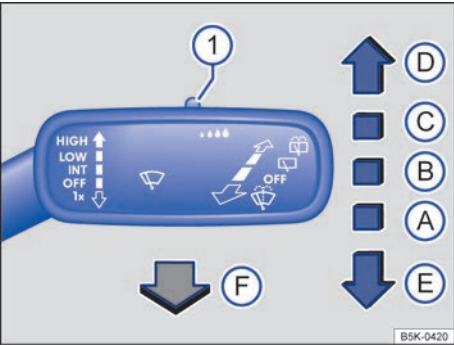

图 74 前风窗刮水器操纵杆操作位置
- 10 秒钟内将车窗刮水器操纵杆下拨至位置 ⇒ 图 74 。